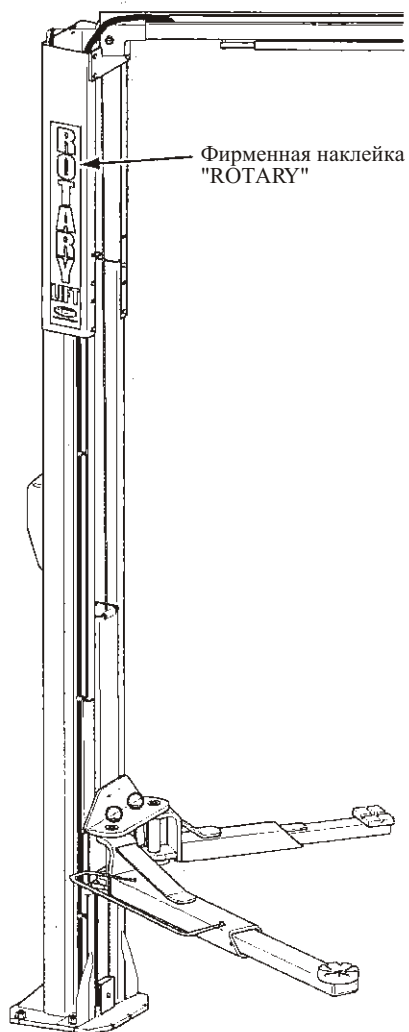

Рис. 24
**25. Наклеивание фирменных наклеек:** очистите места для приклеивания фирменных наклеек "ROTARY". Снимите подложку с наклейки. Приклейте наклейки к колоннам подъемника на стороне въезда транспортного средства (рис. 24). Прижмите каждую из наклеек равномерно по всей площади.